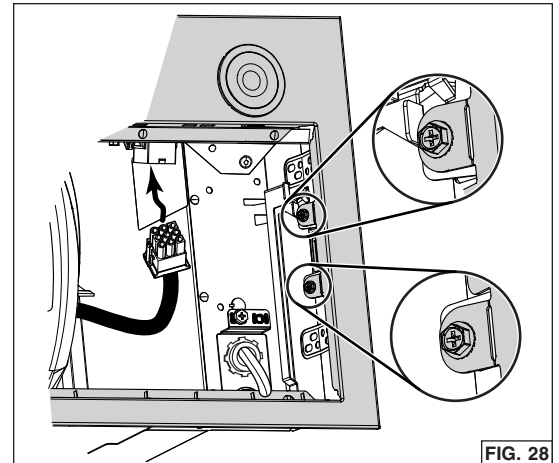

FIG. 28
6. Réinstaller et fixer le châssis sur la hotte à l'aide des 4 vis de retenue (deux par côté, encadrées dans la FIG. 28). Brancher le câble du ventilateur à son connecteur situé sur le châssis.